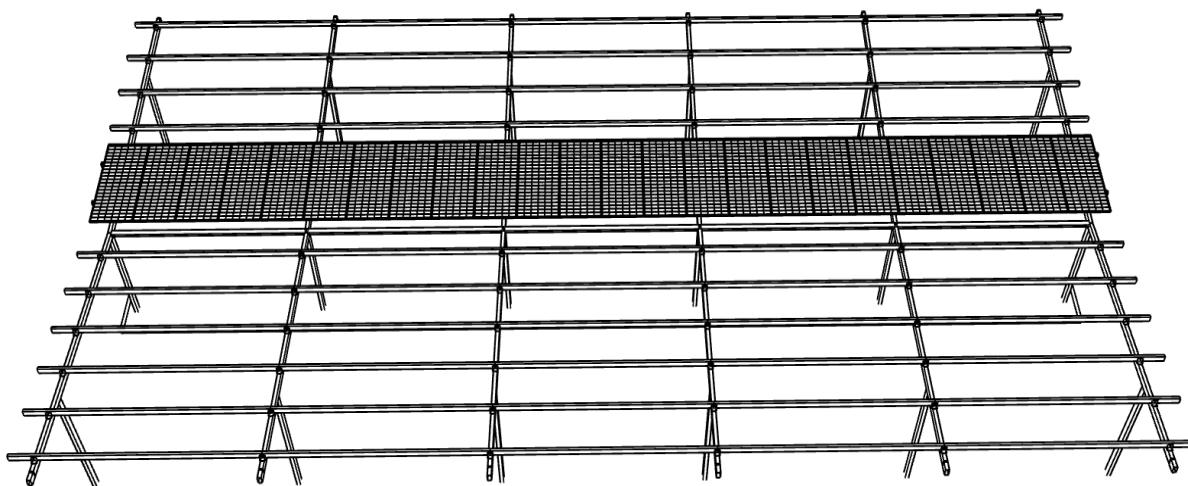
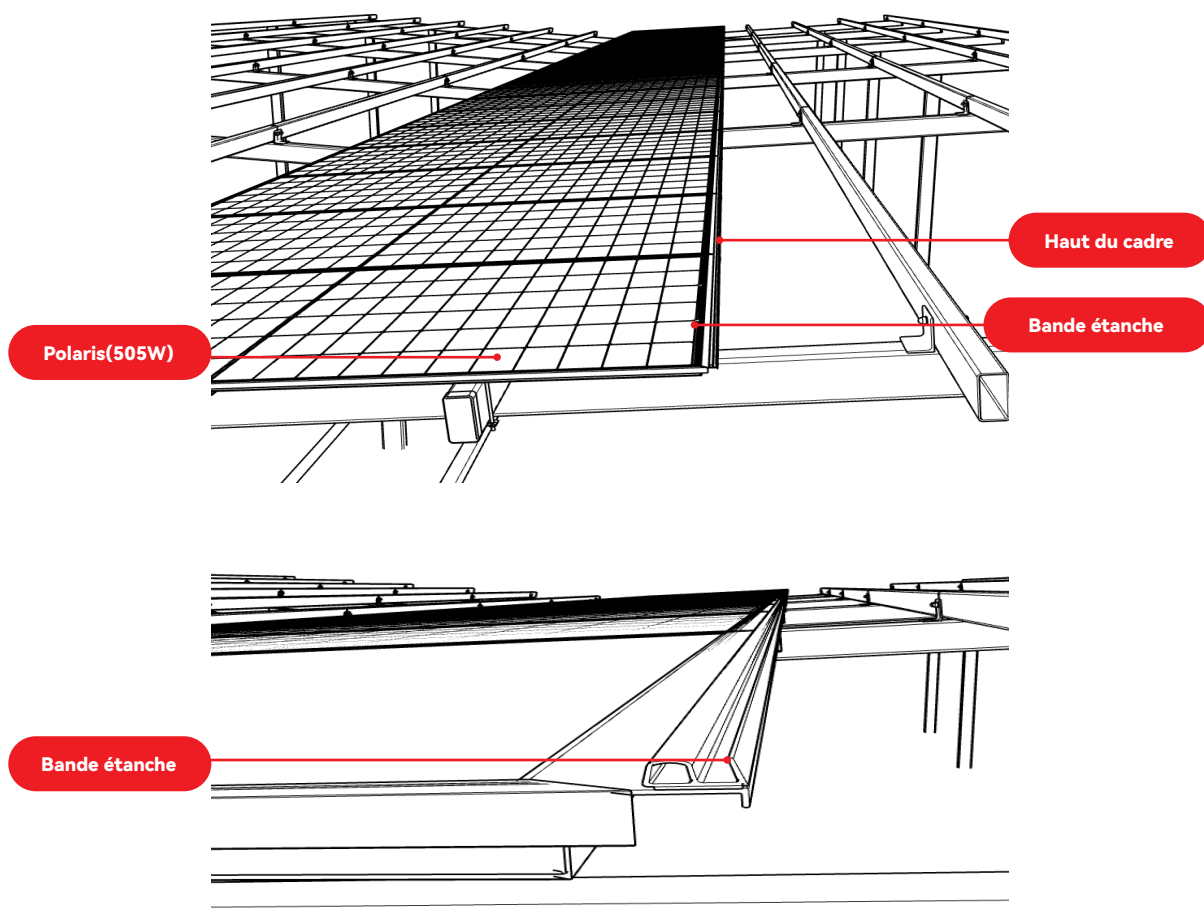

FIGURE 19
FIGURE 20
- ⑫ Suivez la méthode d'installation du deuxième produit et installez les autres produits de droite à gauche dans l'ordre jusqu'à ce que l'installation de la première rangée de produits soit terminée (figure 19).
- ⑬ Utilisez du ruban adhésif au butyle pour coller la bande étanche à l'extrémité supérieure du cadre supérieur de la première rangée de produits (figure 20), et l'installation de la première rangée de produits est terminée.terminée (figure 19).